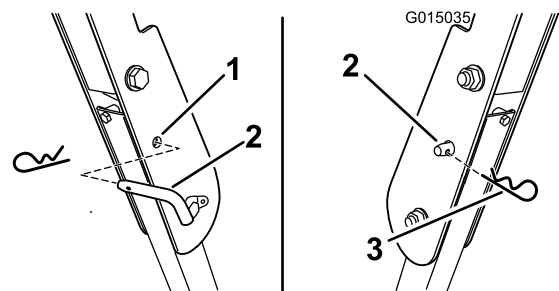

Figura 10
3. Montate i perni di bloccaggio. Fissate i perni inserendo la coppia a forcina (Figura 10).
4. Per abbassare il roll bar rimuovete la coppia e la spina di bloccaggio.(Figura 10).